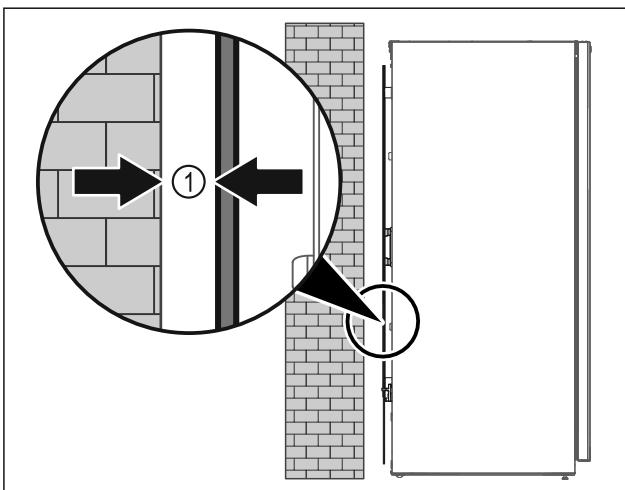

Fig. 7
- Τοποθετήστε τη συσκευή είτε ελεύθερη στον χώρο είτε απευθείας σε έναν τοίχο σε ελάχιστη απόσταση 5 mm Fig. 7 (1).